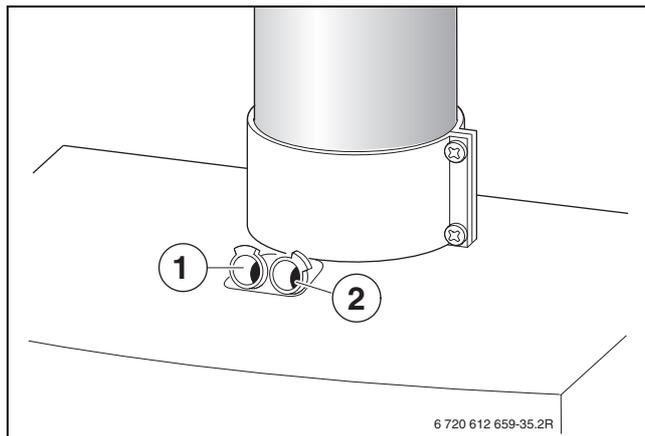

Bild 56
- ▶ Verschlussstopfen am Verbrennungsluft-Messstutzen [2] entfernen (→ Bild 56).
- ▶ Verschlussstopfen am Abgasmessstutzen [1] entfernen (→ Bild 56).